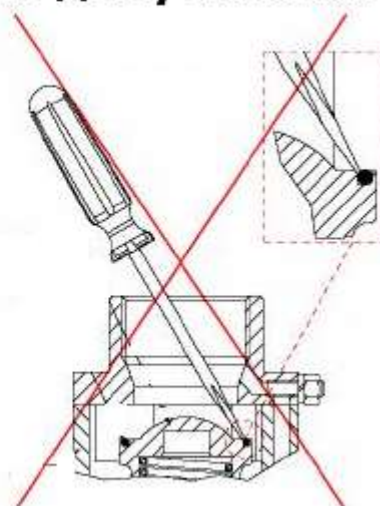

Рисунок 21 - Действия при отжати тарелки клапана
- фильтр впускного клапана и залейте 0.5 литра масла. Будьте внимательны! Не повредите уплотнительное кольцо на тарелке впускного клапана (рис. 21);